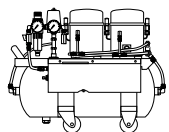

Рис. 1 – стр. 3
- закройте кран 14 (рис. 1);
- соедините шлангом 25 штуцер компрессора 17 с входом блока усилителя, как показано на рис. 1;
перекрыть кран 14 (рис. 1) и стравить воздух из подводящего шланга с помощью присоединенной панели ПСКА или другого оборудования. Для возобновления работы достаточно открыть кран 14;